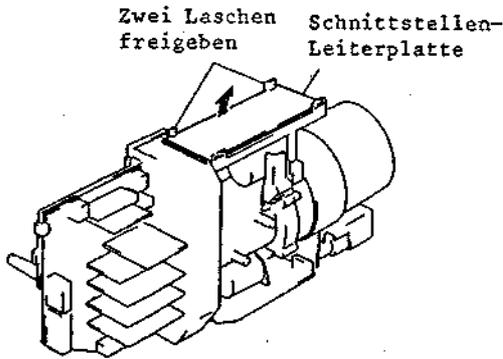

Abb. 2-25 Ausbau der Schnittstellen-Leiterplatte
3. Zwei (2) Laschen freigeben und die Schnittstellen-Leiterplatte in Pfeilrichtung aufklappen (siehe Abb. 2-25).